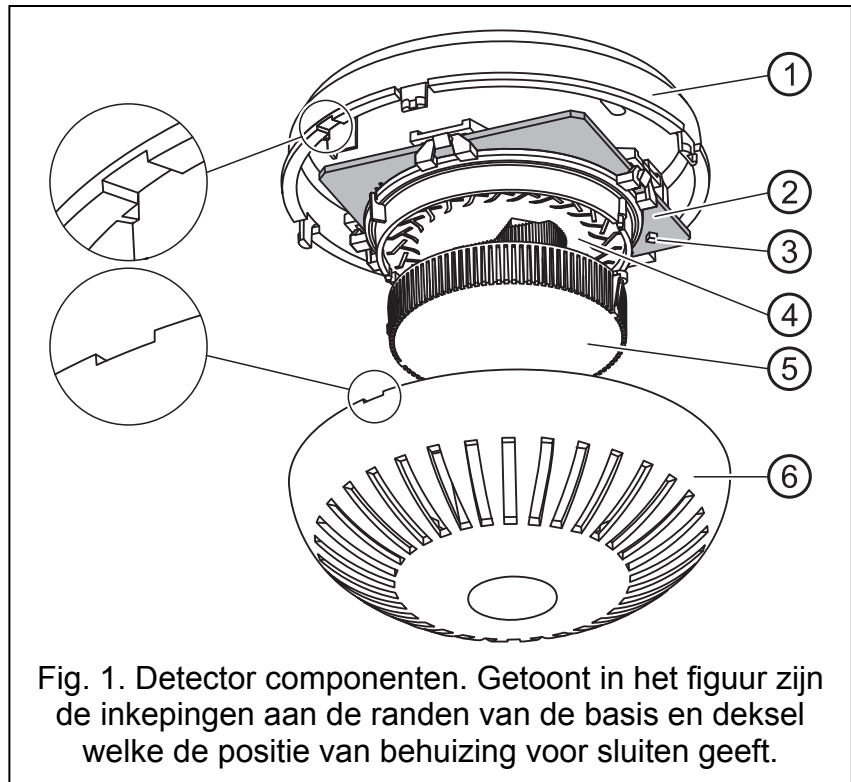

Fig. 1. Detector componenten. Getoont in het figuur zijn de inkepingen aan de randen van de basis en deksel welke de positie van behuizing voor sluiten geeft.
Uitleg voor Fig. 1:
3. Sluit de behuizing. Plaats de deksel waar de elektronica print en de optische kamer zijn geïnstalleerd op de basis als getoond in Fig. 1: de indicaties op randen van de basis en de deksel moeten in lijn liggen. Draai de deksel met de klok mee.